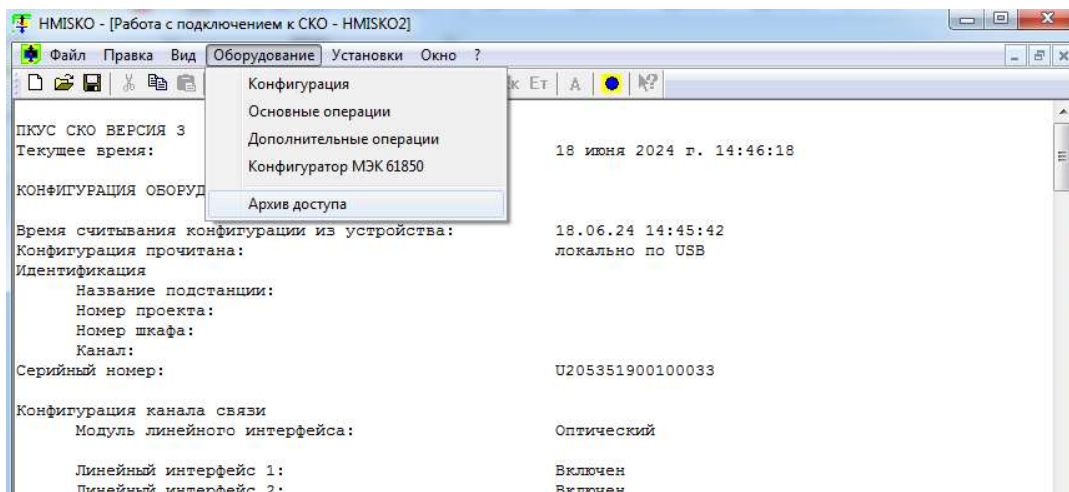

Рис. 9.56 Меню «Оборудование»
- Перейдите в меню «Оборудование» и выберите пункт «Конфигурация конвертера» Рис. 9.56.